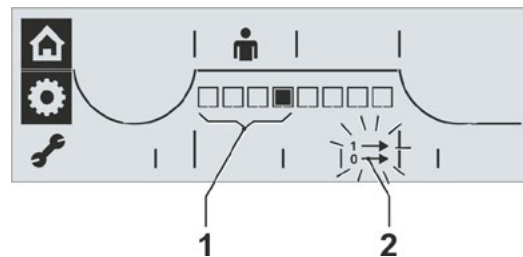

Fig. 1: Indicación del conjunto de mensajes
- En el menú "Parámetros" girar el controlador del dispositivo hasta que el símbolo de conjuntos de mensajes parpadee (fig. 1, pos. 2). Un segmento negro dentro de las cuatro primeras posiciones de la escala (pos. 1) indica el conjunto actual; aquí en la fig. 1 está seleccionado el conjunto 4 (ver además tabla anterior).